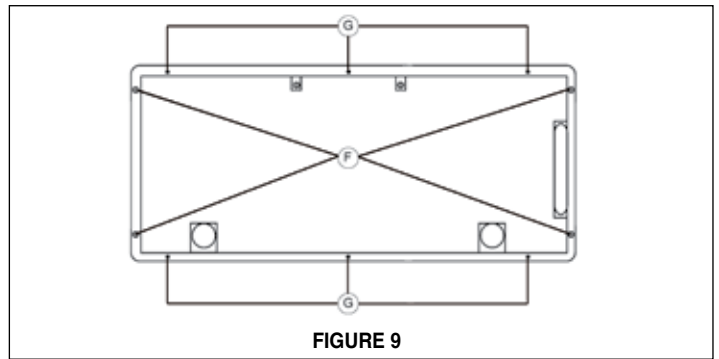

FIGURE 9
5. Installer la hotte sur l'armoire à l'aide de quatre fixations à ressort, deux de chaque côté de la hotte. Utiliser un tournevis Phillips et serrer la vis de reglement (**F de la FIGURE 9**) tandis que les fixations s'attachent fortement à la surface.
6. **IMPORTANT:** Installer la hotte sur l'armoire à l'aide des 6 vis (non incluses) dans les trous (**G de la FIGURE 9**).